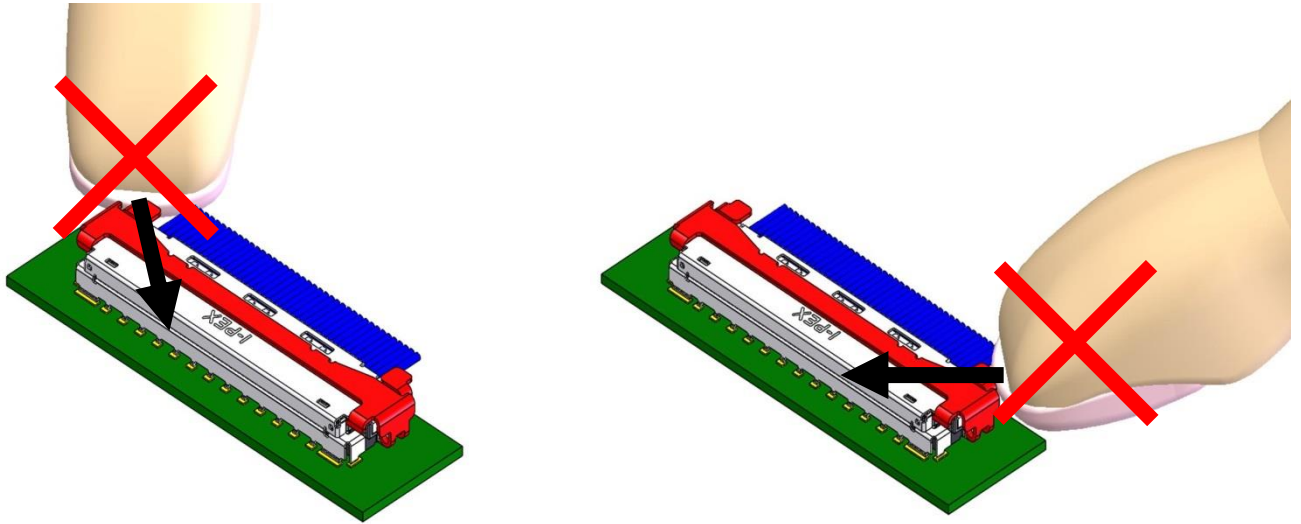

Fig.21
- 解除 LOCK COVER 时，如图 21 所示，请勿对手指挂钩部的操作方向从外向内过度施力，否则会导致解除 LOCK 所需的力变大，最坏的情况下还可能导致连接器破损。